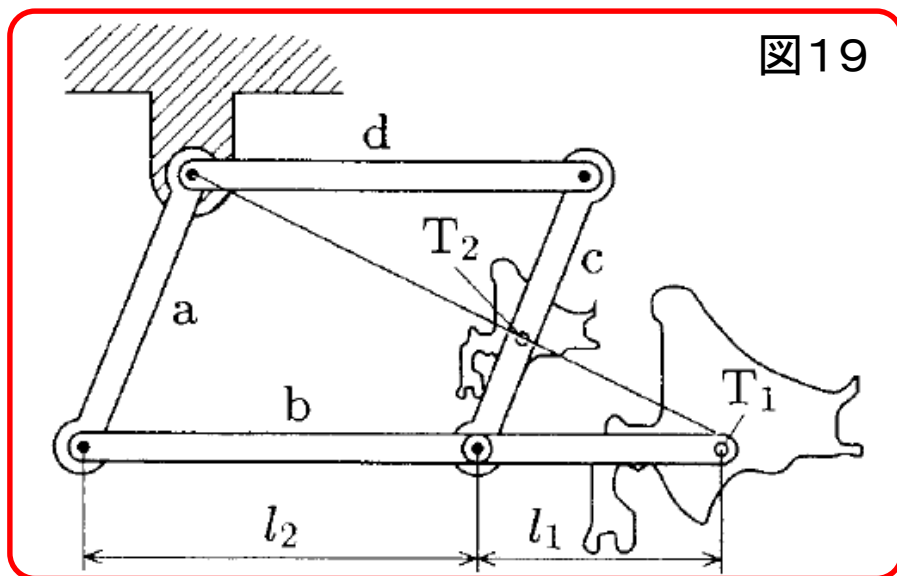

図18 電車用パンタグラフ
- 電車の屋上に取り付けられた菱形の集電装置や、図を拡大縮小する器具などをパンタグラフ (pantograph) という。図18は電車のパンタグラフの写真である。